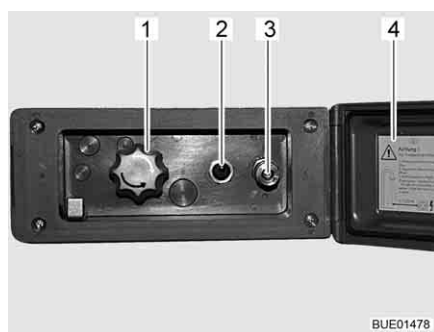

Fig. 89 Raccordo doccia esterno
- Sganciare ed aprire il coperchio (Fig. 89,4).
- Collegare il tubo flessibile della doccia esterna alla chiusura rapida (Fig. 89,3).
- Accendere la pompa dell'acqua con l'interruttore (Fig. 89,2).
- Regolare la temperatura dell'acqua ai gradi desiderati mediante la manopola (Fig. 89,1).
- Spegner la pompa dell'acqua con l'interruttore (Fig. 89,2).
- Chiudere il coperchio (Fig. 89,4) e bloccarlo con la chiave.
- Ruotare la manopola (Fig. 89,1) sulla posizione centrale.